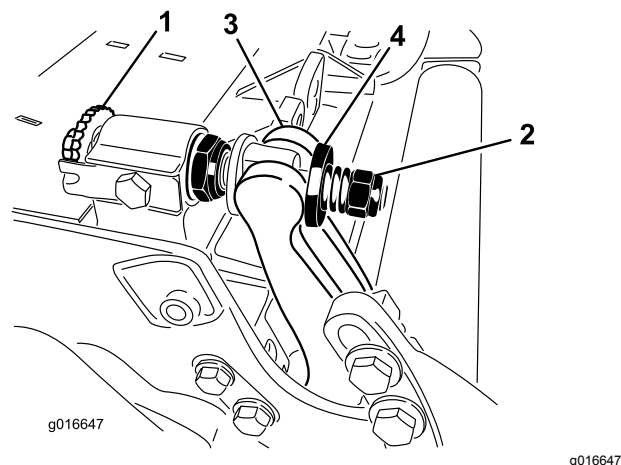

**Figura 28**
3. Coloque a montagem do indicador de ângulo na extremidade da lâmina de corte para que a extremidade do ímã fique alinhada com a extremidade da lâmina de corte (Figura 28).
4. Coloque o indicador de ângulo na montagem, como se mostra na Figura 28.